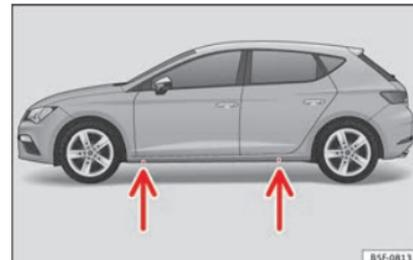

Fig. 73 Traverse : repères.
- Recherchez sur le bas de caisse la marque du point d'appui du cric (zone renforcée) le plus proche de la roue à changer » » fig. 73.